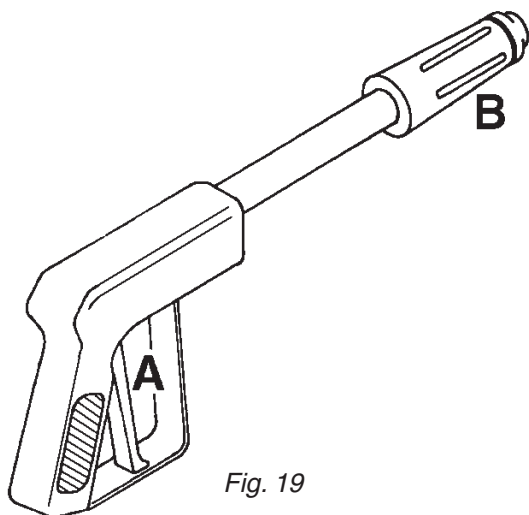

Fig. 19
8. Appuyez ensuite sur la poignée rouge **A** (Fig. 19) pour pulvériser le liquide hors du pistolet de pulvérisation. Vérifiez la pression sur la jauge de pression **3** (Fig. 18) du système et complétez l'étape 6 pour le réglage.
9. Pour régler le mode de pulvérisation, pivotez la poignée noire **B** (Fig. 19) vers L'EXTÉRIEUR pour un jet de pulvérisation étroit sur des distances longues et vers L'INTÉRIEUR pour un mode de pulvérisation plus large et une meilleure couverture à des distances plus rapprochées.